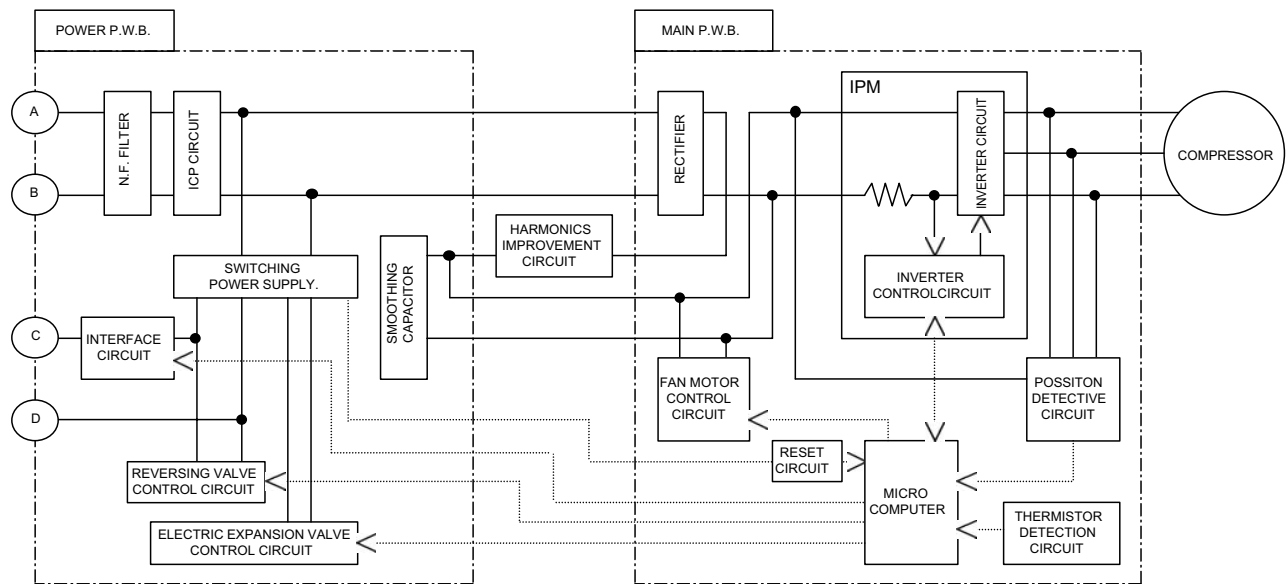

Fig. 1-1
1. Les pièces électriques de l'unité extérieure sont composées de deux C.I. (un C.I. d'alimentation et un C.I. principal) et d'un circuit d'amélioration des harmoniques, comme indiqué sur la Fig. 1-1.